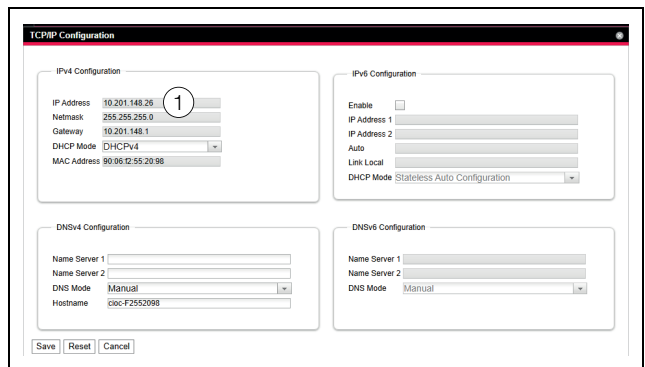

Abb. 59: Anpassen der TCP/IP-Einstellungen
- Ändern Sie im Fenster **TCP/IP Configuration** im Gruppenrahmen **IPv4 Configuration** die IP-Adresse des Geräts auf eine im Netzwerk erlaubte Adresse ab (Abb. 59, Pos. 1).